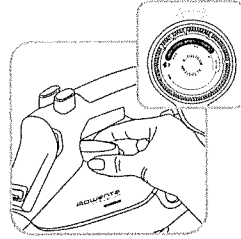

fig. 3
- Установите переключатель регулирования температуры рис.3 на позицию (Min.)
- Установите переключатель регулирования температуры **рис. 3** на позицию (Min.)